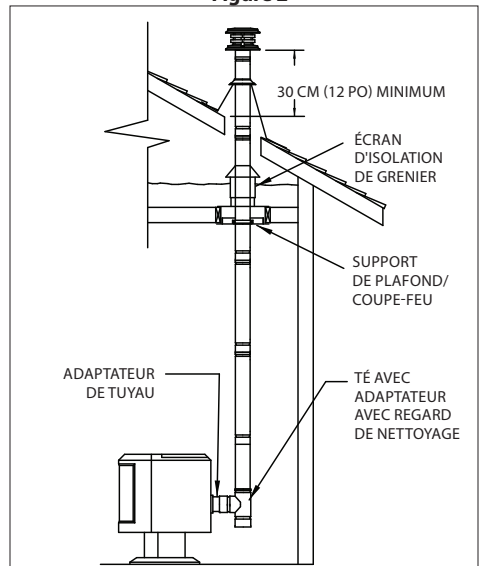

Figure 3
**3.** Si vous souhaitez faire installation intérieure et que la sortie du conduit de fumée est à l'arrière du poêle(**Figure 3**) :